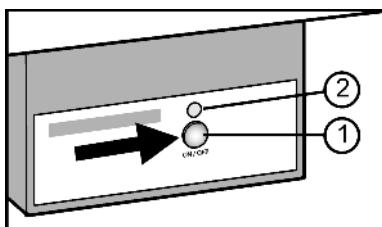

Fig. 29
- Нажмите и удерживайте кнопку On/Off Fig. 29 (1) так, чтобы светодиод Fig. 29 (2) загорелся.